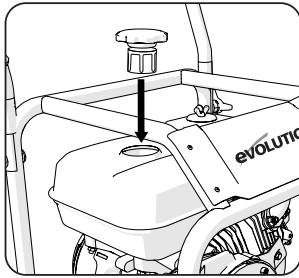

Fig. 23
- Al volver a instalarlo, asegúrese de que los 2 recortes en el borde superior del filtro se alinean con los recortes en el cuello del filtro del depósito de combustible. (Fig. 23)